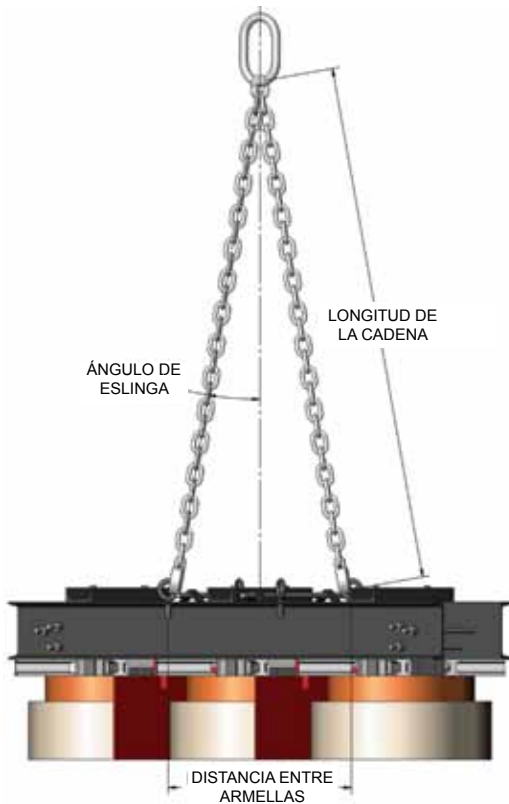

FIGURA 6
- (5) Asegúrese de que el ángulo de la eslinga sea menos de 10 grados (vea la figura 6 y la tabla 1).